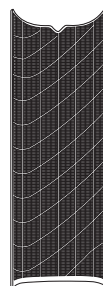

Figura 4
3. Scoate cu totul filtrul, apoi treci cu duza aspiratorului peste grila de protecție demontată, peste capacul din spate al aparatului și peste cele două părți ale filtrului (Figura 4).